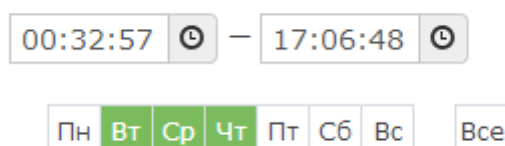

Рисунок 9.101 — Добавление временного интервала
3. В столбце **Временная зона** (рисунок 9.101) укажите временной интервал и дни недели, в течение которых разрешено управление разделами сигнализации и точками доступа. Часы, минуты, секунды начала/окончания временного интервала можно вписать вручную или выбрать с помощью дополнительного инструмента, который можно открыть по кнопке . Дни недели выбираются щелчком левой клавишей мыши. При необходимости выбора всех дней недели, нажмите на кнопку **Все**.